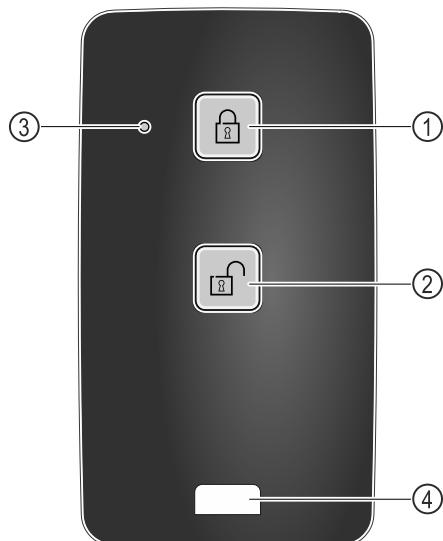

Fig. 219
- (1) 上锁
- (2) 解锁
- (3) 状态 LED
- (4) 固定孔眼
- ▶ 按下遥控器上的按键 Fig. 219 (1)。
- ▶ 按下遥控器上的按键 Fig. 219 (2)。
- ▶ 状态 LED Fig. 219 (3) 在按下按键时给出视觉反馈。
- ▷ 孔眼 Fig. 219 (4) 用于固定遥控器，例如固定在钥匙串上。